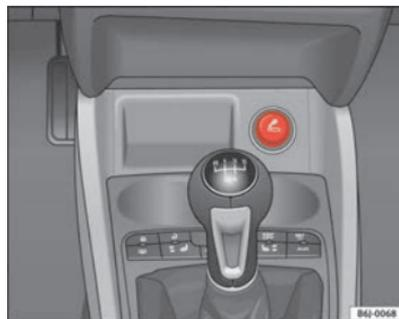

Fig. 81 Allume-cigare
- Enfoncez le bouton de l'allume-cigare ⇒ fig. 81 pour l'activer ⇒ .